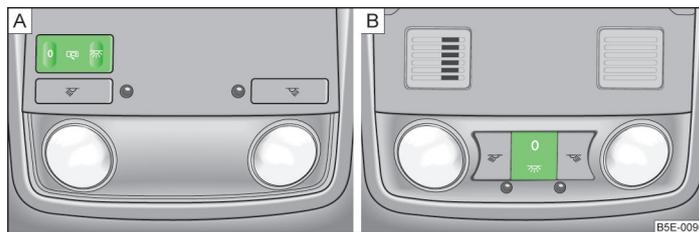

Abb. 36 Innenleuchte vorn
- Die Taste im Bereich des Symbols ☾ » Abb. 36 drücken.
- Die Taste im Bereich des Symbols **O** » Abb. 36 drücken.
Bei Fahrzeugen ohne Innenraumüberwachung ist die Mittelstellung mit dem Symbol ☾ » Abb. 36 - **A** gekennzeichnet. ▶